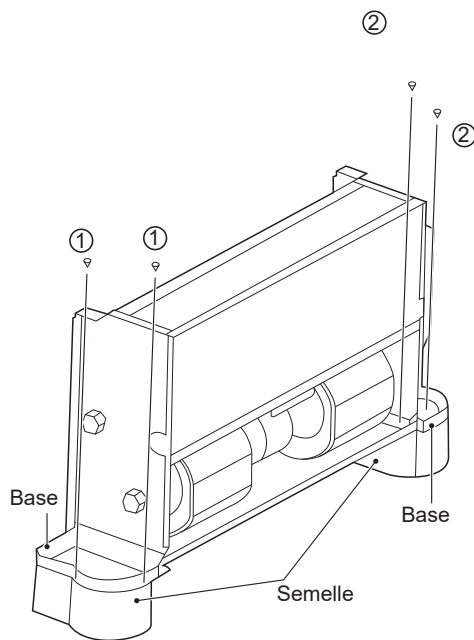

Figure 5-3
Les semelles illustrées à la Figure 5-3 sont facultatives. Vous pouvez les acheter séparément et les installer comme suit :
2. Placez les trous de montage sur la base de l'unité dans la goupille de positionnement de la semelle correspondante et installez les vis (1)\*2 et (2)\*2 pour fixer la semelle selon la Figure 5-3.